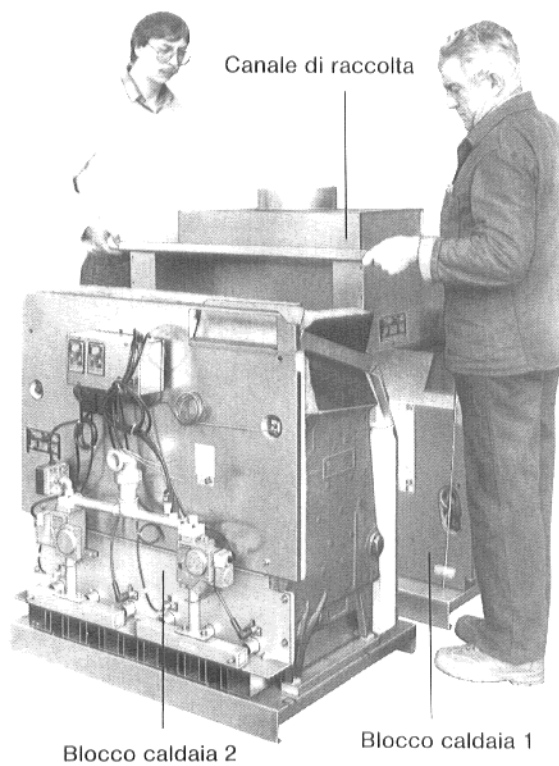
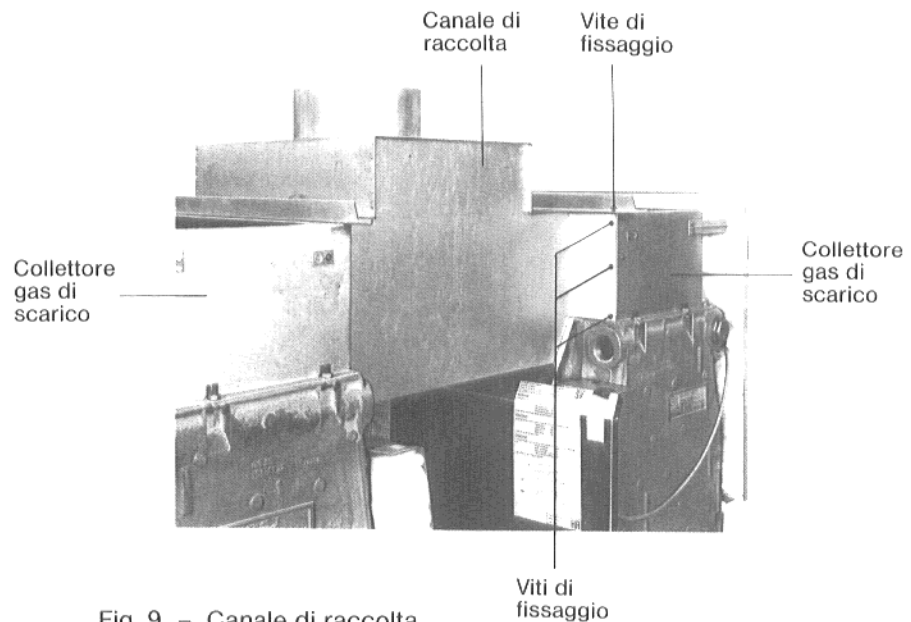

Fig. 8 - Disposizione del canale di raccolta
Fig. 9 - Canale di raccolta
- Piazzare il canale di raccolta da sopra, fra i collettori gas di scarico dei blocchi caldaia (Fig. 8) ed avvitarlo fissamento (Fig. 9).